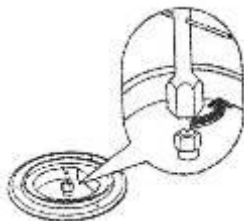

Рис. 7. Замена сопла горелки верхнего стола с помощью ключа 7 мм.
- Используя торцевой трубчатый ключ размером 7 мм заменить сопла согласно Табл. 1 (Рис. 7).